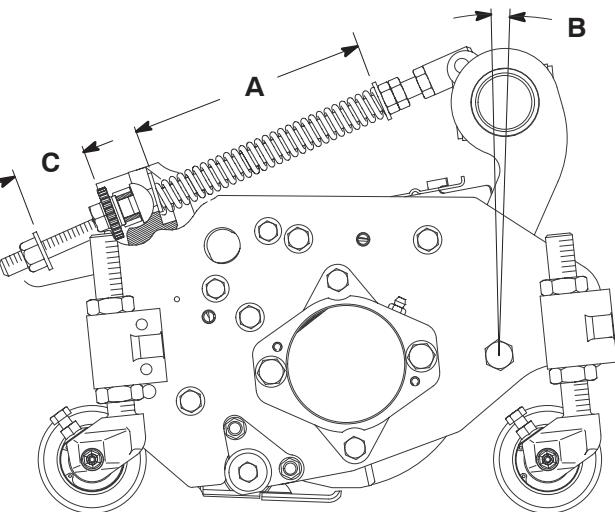

Bild 11
Die Rasenkompensierungsfeder (Bild 11), mit der der Trägerrahmen am Mähwerk befestigt ist, steuert den Umfang der möglichen Vorwärts- bzw. Rückwärtsrotation und die Bodenfreiheit beim Transport und Wenden.
1. Ziehen Sie die Sicherungsmutter hinten an der Federstange fest, bis der Abstand C zwischen der Federhalterung hinten und der Scheibe vorne 26 mm beträgt (Bild 11).
2. Ziehen Sie die Sechskantmuttern vorne an der Federstange fest, bis die komprimierte Länge A der Feder 203 mm beträgt (Bild 11).
Hinweis: Beim Schneiden von Roughs oder welliger Rasenfläche erhöhen Sie die komprimierte Länge A der Feder auf 216 mm und den Abstand C zwischen der Federhalterung hinten und der Scheibe vorne auf 39 mm (Bild 11).